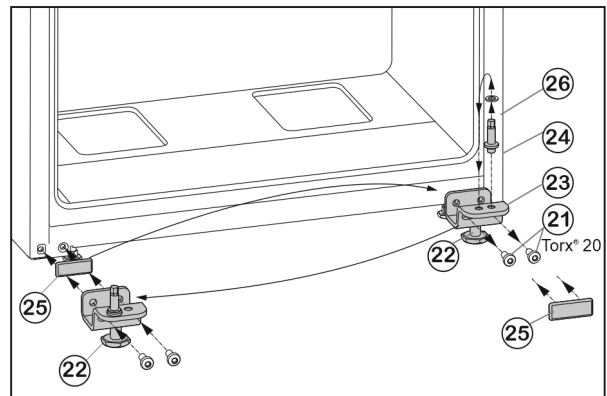

Fig. 9
- ▶ Викрутіть гвинти кріплення Fig. 9 (21).
- ▶ Зніміть нижній опорний кронштейн Fig. 9 (23) разом із гвинтом Fig. 9 (24), шайбою Fig. 9 (26) та установочною ніжкою Fig. 9 (22).
- ▶ Відкрутіть гвинт Fig. 9 (24) разом із шайбою Fig. 9 (26), переставте їх у протилежний отвір опорного кронштейна та знову закрутіть.
- ▶ Обережно зніміть кришку Fig. 9 (25) і переставте її на протилежний бік.
- ▶ Знову прикрутіть нижній опорний кронштейн Fig. 9 (23) разом із гвинтом Fig. 9 (24), шайбою Fig. 9 (26) та установочною ніжкою Fig. 9 (22) на новий бік шарніра (з моментом 4 Нм), у разі необхідності скористайтесь пристроєм для електричного закручування гвинтів.
- ▶ Встановіть дверцята зверху на опорний гвинт Fig. 9 (24).
- ▶ Викрутіть установочну ніжку Fig. 9 (22) на нижньому опорному кронштейні Fig. 9 (23), доки він не буде опиратися на підлогу.